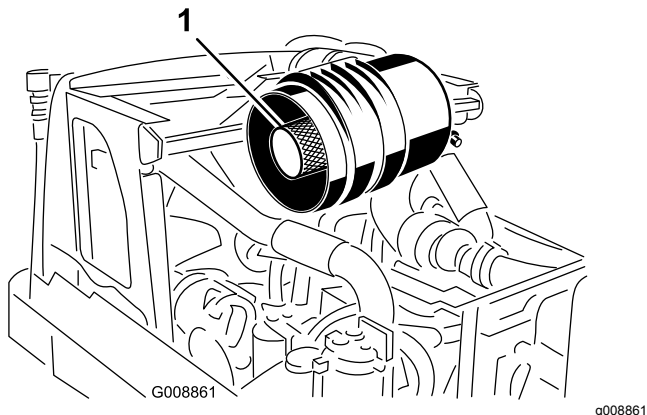

图 49
**重要事项** 切勿尝试清洁安全滤芯。每维护3次主滤芯后应更换一次安全滤芯图 49。